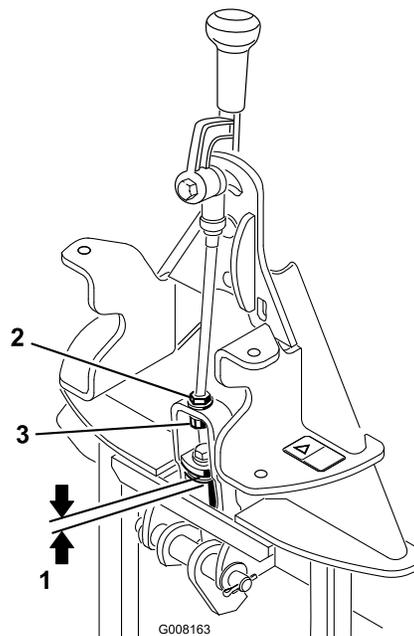

Figura 12
2. Misurare lo spazio tra la rondella superiore e il distanziale del gruppo di connessione sull'adattatore dell'attrezzo, come illustrato nella Figura 12.